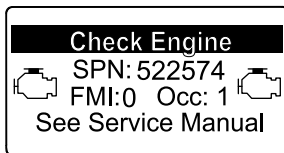

Figure 52
- Avertissement moteur SPN 522574, FMI : 0 (Figure 52)